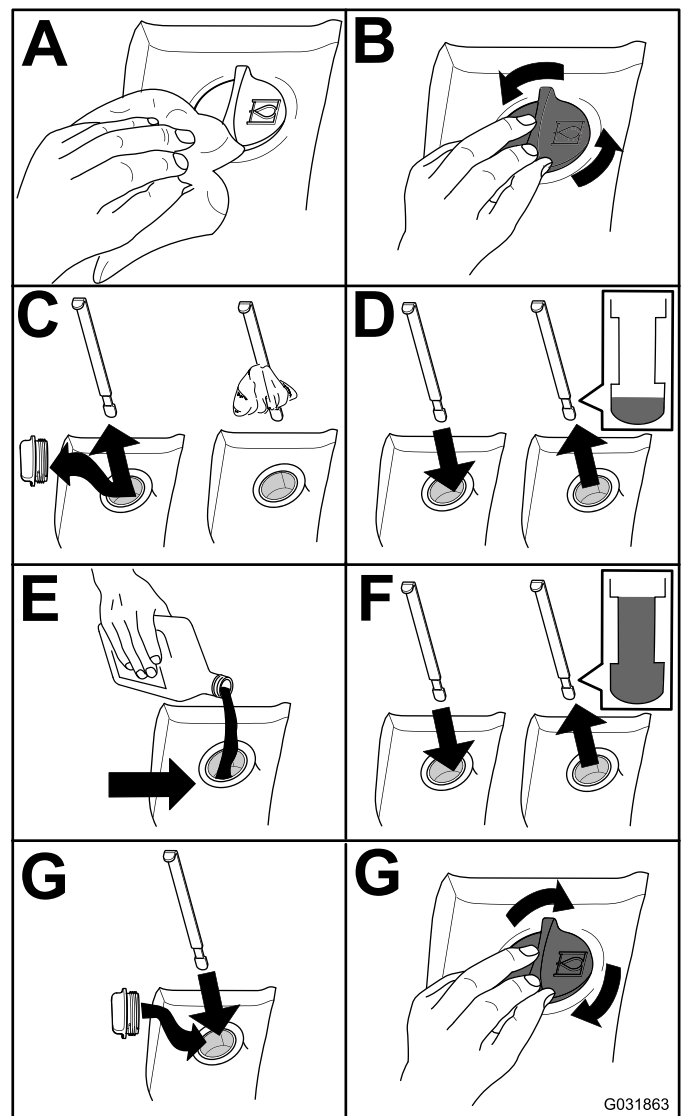

Figura 77
2. Controllare il livello del fluido idraulico (Figura 77).